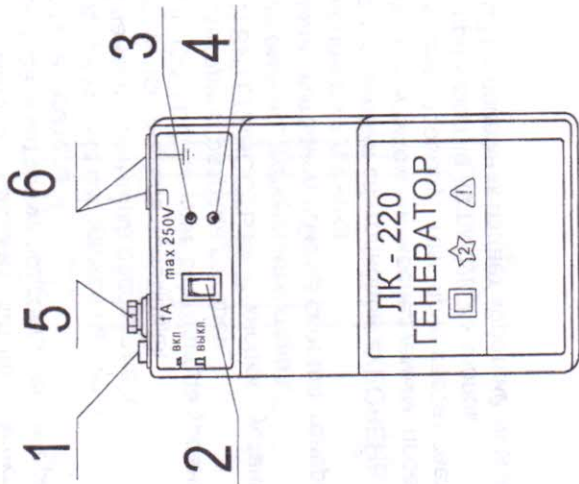

Рис.2
- 5.2 Внешний вид генератора изображён на рис.2.